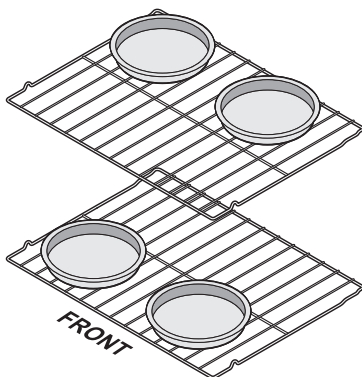

Figure 12 : Positionnement des plats de cuisson sur deux grilles
- Pour la cuisson sur deux grilles, voir à les placer en position Figure 12. Laisser au moins 5 cm (2 pouces) d'espace entre les ustensiles de pâtisserie pour une bonne circulation d'air.